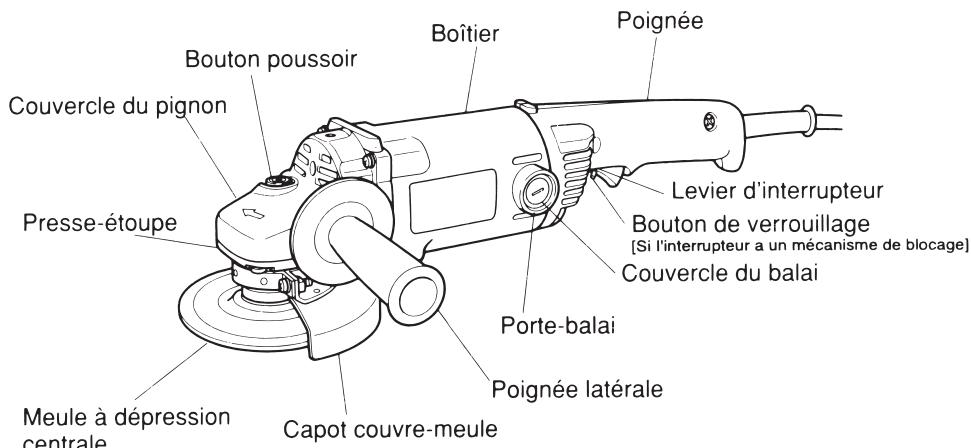

Fig.1
**1. Maintenir la meuleuse fermement par sa poignée principale et sa poignée secondaire (Fig. 1).**